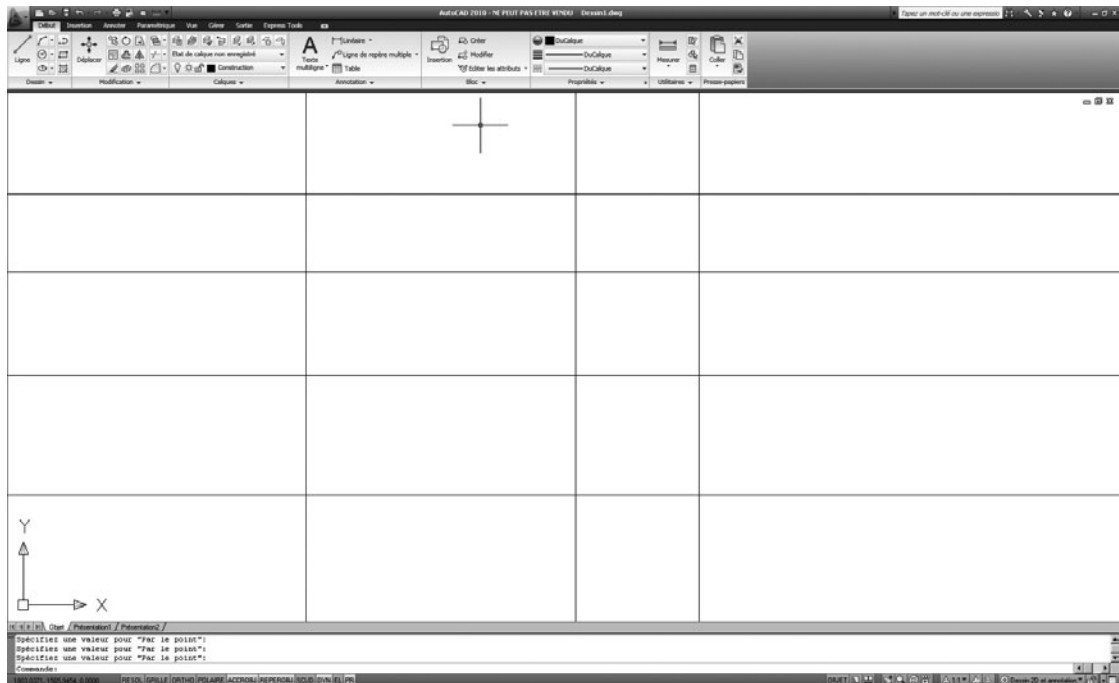

Fig.4.7
- Sélectionner l'objet à décaler (Select object to offset) : appuyer sur Entrée pour sortir de la fonction (fig.4.7).